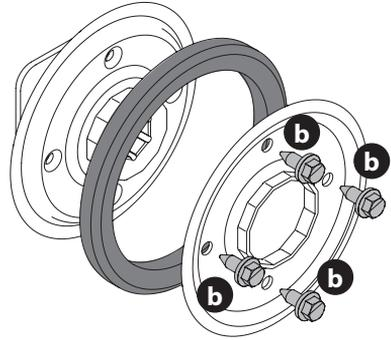

Figura 89
9. Extraiga los cuatro tornillos (b) que mantienen unidas las placas laterales de la rueda de fricción (Figura 89).